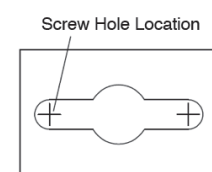

Figure 3
**STEP 7:** Position the Fixture Housing ② against the mounting surface and with a pencil, mark the screw hole locations to be located at the narrow section of the keyholes (See Figure 3).
**PASO 7:** Coloque la carcasa del dispositivo ② contra la superficie de montaje y marque con un lápiz la ubicación de los orificios en los que serán colocados los tornillos (vea la Fig. 3).
**ÉTAPE 7:** Placez le boîtier du luminaire ② contre la surface de montage et avec un crayon, marquez les emplacements des trous de vis qui doivent être situés sur la partie étroite des trous de serrure (Voir la figure 3).